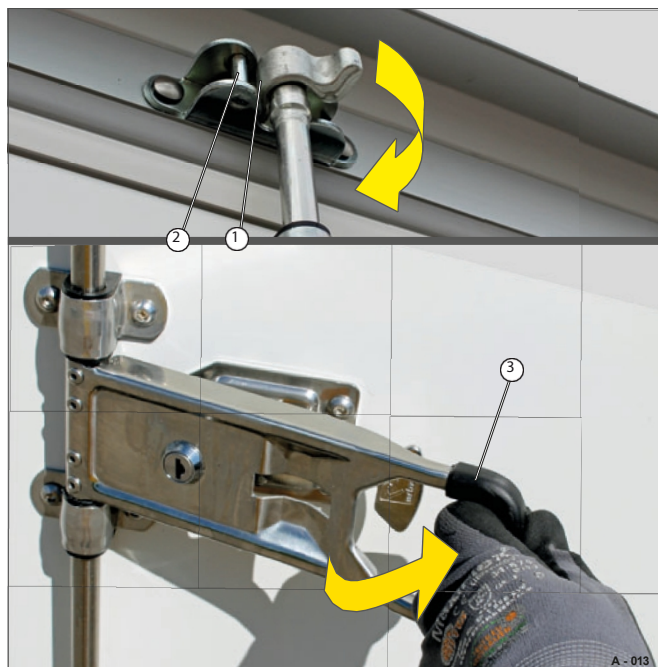

Fig. 13 Låsning av dörrbladet
- Sätt in låskrokarna (bild 13/1) i låsbultarna (bild 13/2).
- Tryck ihop handtaget (Fig. 13/3) så att låskrokarna griper in i låsbultarna.